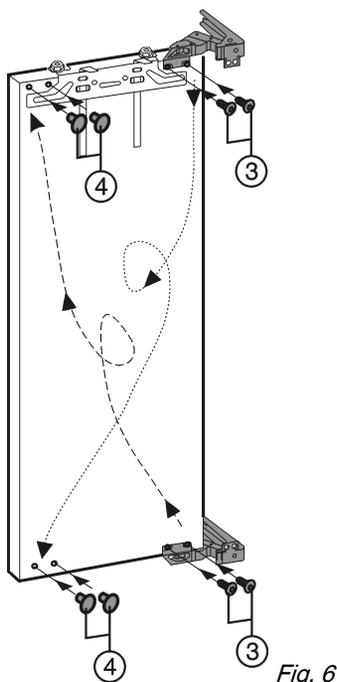

Fig. 6
- ▶ Svitare le cerniere della porta Fig. 6 (3), spostarle e avvitare fermamente (a 4 Nm).
- ▶ Chiudere i fori di fissaggio ora liberi con tappi Fig. 6 (4).